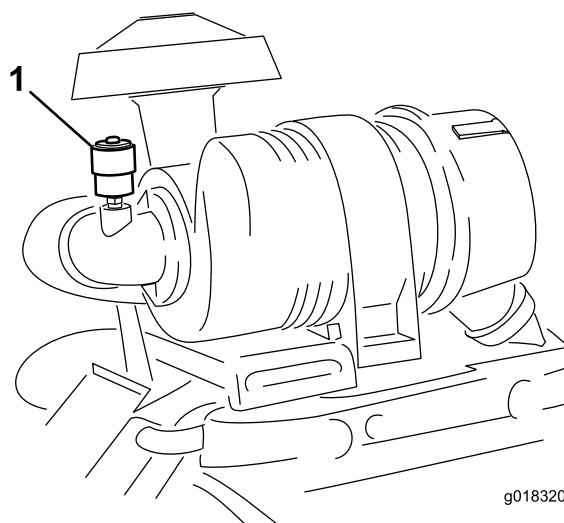

Рисунок 43
Примечание: Обслуживание фильтра воздухоочистителя следует производить только тогда, когда этого требует индикатор обслуживания (Рисунок 43). Замена воздушного фильтра без необходимости ведет лишь к повышению вероятности попадания грязи в двигатель при извлечении фильтра.
- Сбросьте индикатор (Рисунок 43), если он стал красным.